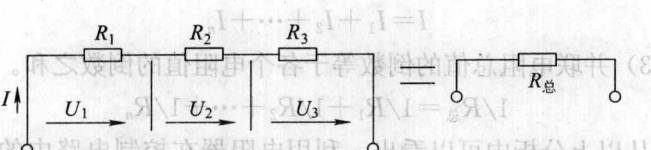

图 1—9 电阻的串联
(1) 将两个或两个以上电阻依次连接，组成一条无分支电路，这样的连接方式叫做电阻的串联，如图 1—9 所示。